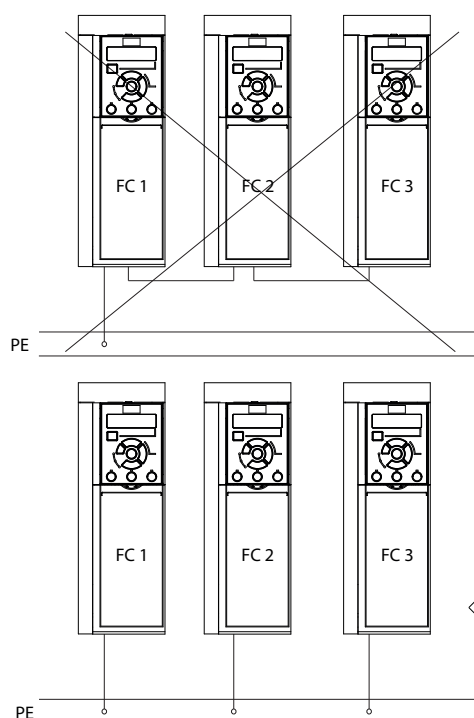

图 4.1 接地原理
- 请勿以菊花链方式将一台变频器的地线连接至另一变频器的地线上（如图 4.1 所示）。